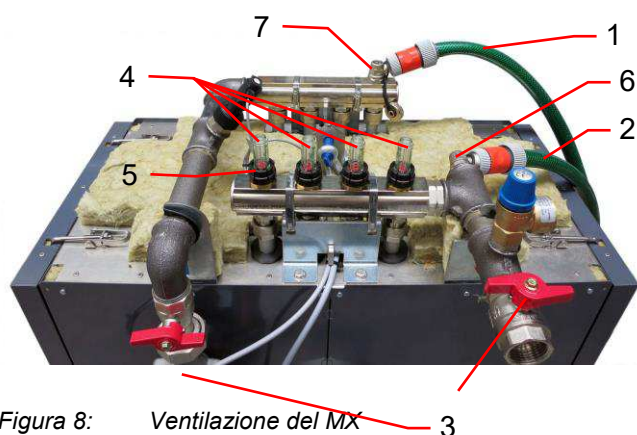

Figura 8: Ventilazione del MX
2. Collegare tubo flessibile d'acqua al rubinetto di scarico dal RL del MX e al rubinetto d'acqua fresca nel locale del riscaldamento (Figura 8, pos. 1).
3. Collegare tubo flessibile di scarico dal VL del MX e collegare l'altra estremità allo scarico del locale di riscaldamento (Figura 8, pos. 2).
4. Chiudere gli organi di intercettazione del MX (Figura 8, pos. 3).
5. Smontare i coperchi di protezione dei topmeter (Figura 8).
6. Chiudere tutti i topmeter (Figura 8, pos. 4) sulla VL del MX.
8. Aprire i rubinetti di scarico dal VL e RL del MX (Figura 8, pos. 6, 7).
9. Aprire primo topmeter (Figura 8, pos. 4).
11. Aprire il prossimo topmeter (Figura 8, pos. 4) e por chiudere di nuovo quello già aperto.
14. Chiudere di nuovo i rubinetti di scarico su VL e RL (Figura 8, pos. 6, 7) del MX.
15. Aprire completamente gli organi di intercettazione del MX (Figura 8, pos. 3) nonché tutti i topmeter (Figura 8, pos. 4).
16. Smontare entrambi i tubi flessibili (Figura 8, pos. 1 e 2) e montare i coperchi dei rubinetti di scarico.
17. Finalmente montare tutti i coperchi di protezione dei topmeter (Figura 8, pos. 4).
2. Controllare la idraulica: <ul style="list-style-type: none"> • Aprire tutti gli organi di intercettazione e topmeter sul MX (Figura 8, pos. 4). • Condizioni di pressione identiche su VL e RL del circuito del MX • Integrazione secondo schema idraulico (annesso A) • Se esiste, regolare UP a potenza massima.